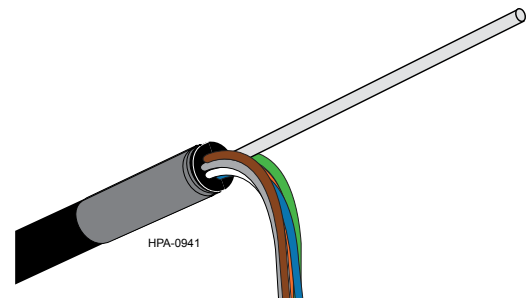

Abbildung 6
**Schritt 6:** Die Aderhüllen vom Zentralelement trennen/wickeln. Das Zentralelement auf die für die Zugabfangung in der Vorrichtung geeignete Länge schneiden (Abbildung 6).